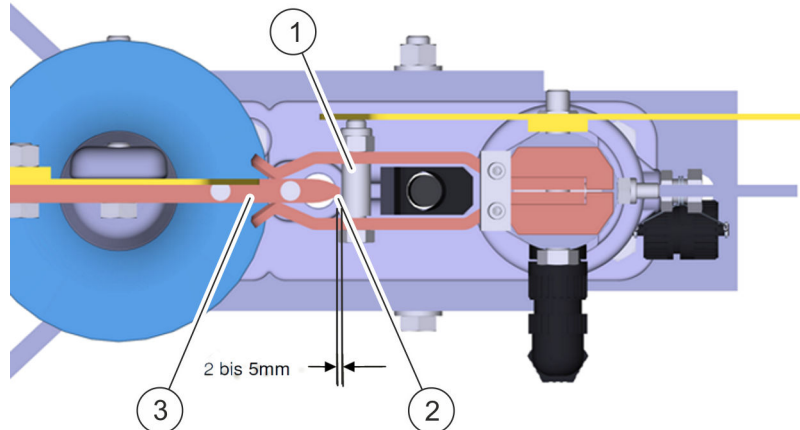

Abb. 6: Justieren der Schalterendlage
- ➔ Am geschlossenen Kontakt den Abstand zwischen Kontaktmesser (Abb. 6/3) und den Röhrrchen der Kontaktfederung (Abb. 6/1) prüfen. Der Abstand zwischen den beiden Komponenten beträgt idealerweise zwischen 2 mm und 5 mm (Abb. 6/2).
Um eine robustere Funktion zu gewährleisten, ist es zulässig, den Kontaktmesser (Abb. 6/3) bis zum Anschlag an die Röhrrchen der Kontaktfederung (Abb. 6/1) einzufahren.